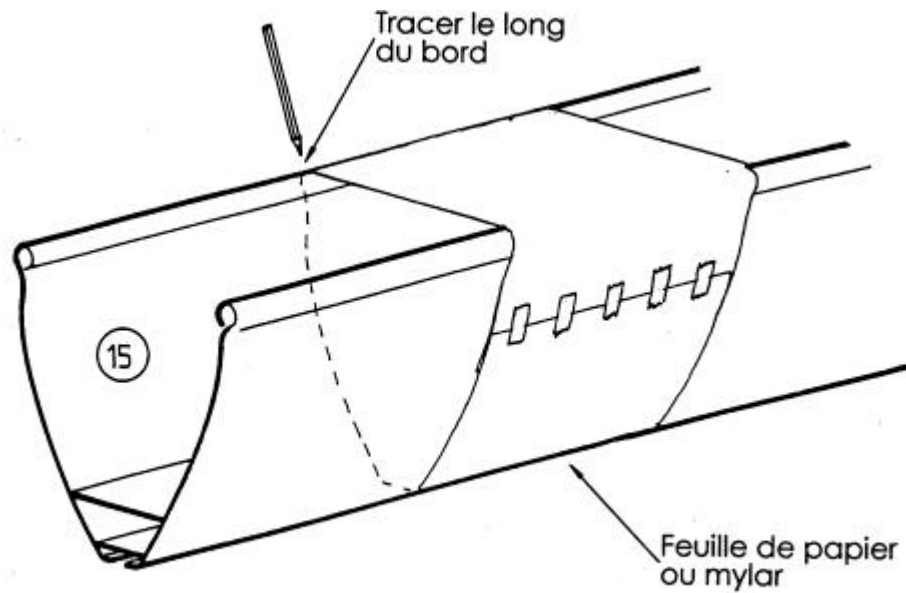

Fig.10
III 9 a 2 - Pour recouper le profil de bôme (15) à la scie à main et assurer un bon équerrage de la coupe, placer une feuille de papier ou de mylar (parfaitement équerrée) bien tendue autour du profil de bôme à l'endroit voulu pour que les bords de la feuille coïncident exactement, et la fixer avec de l'adhésif (Fig. 10). Tracer sur le profil de bôme en suivant le bord de la feuille le trait suivant lequel le profil de bôme sera recoupé.